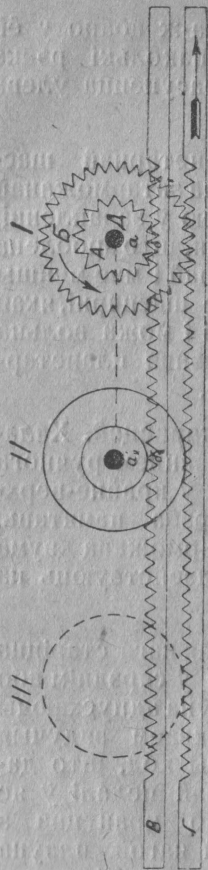

Рис. 11. Работа коробки скрасцей (першы выпадак).
8. Принцип работы каробкі скарасцей „Форда“. Для выяснення принципу работы каробкі скарасцей неабходна разгледзець, рис. 11. Возьмем дзве зубчатыя рэйкі В і Г і шасцярню А з 12 зубцамі і шасцярню Б з 24 зубцамі. Шасцерні звязаны адной агульнай воссю. Рэйку В замацуем нерухома, а рэйцы Г дадзім магчымасць слізгацца, пакі-